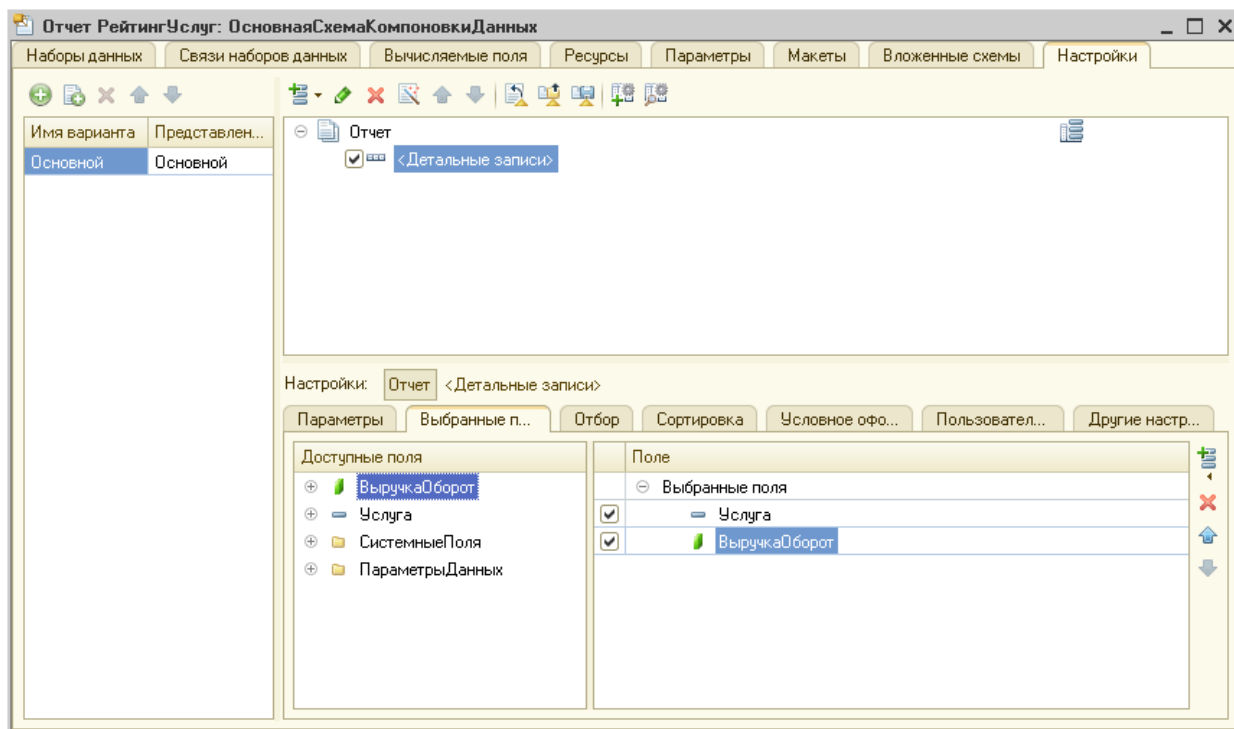

Рис. 46. Конструктор отчета
13. В нижней части схемы перейти на закладку Выбранные поля и указать поля Услуга и Выручка (рис. 46).